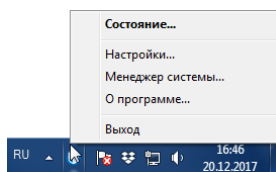

Рис. 6.7. Контекстное меню сервера STEMAX
* Изменение TCP/IP-порта, используемого для подключения клиентских программ к серверу, выполняется в контекстном меню сервера STEMAX, которое отображается при щелчке правой кнопкой мыши по значку  в области уведомлений ОС Windows (Рис. 6.7).